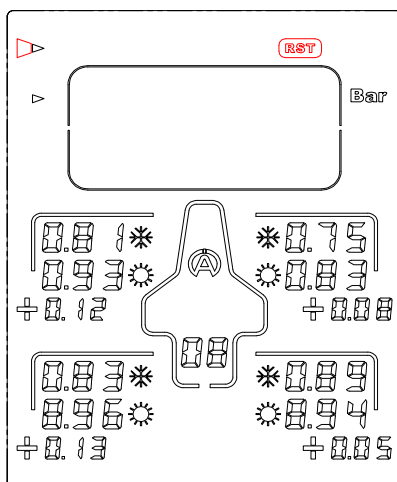

Figura 10
- 1) Com a ajuda dos botões  , seleccione o ícone "RST" (figura 10)